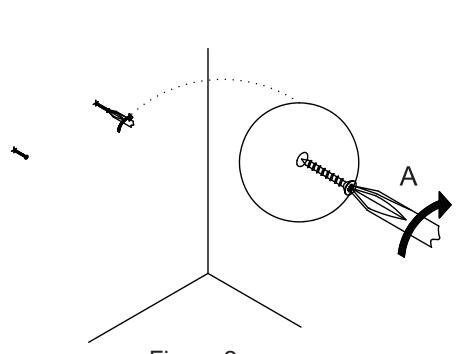

Figura 2
**2: Si utiliza anclas de expansión de pared:** Con un taladro, haga un orificio en la pared para cada ancla de expansión sobre las ubicaciones marcadas. Introduzca (x 2) anclas de expansión de pared (B). Inserte (x 1) tornillo de 2" en cada ancla de expansión para pared. Figura 2. **Si se instala directamente en las vigas de la pared:** Con un taladro, coloque (x 1) tornillo de 2" en cada ubicación marcada. Figura 2.